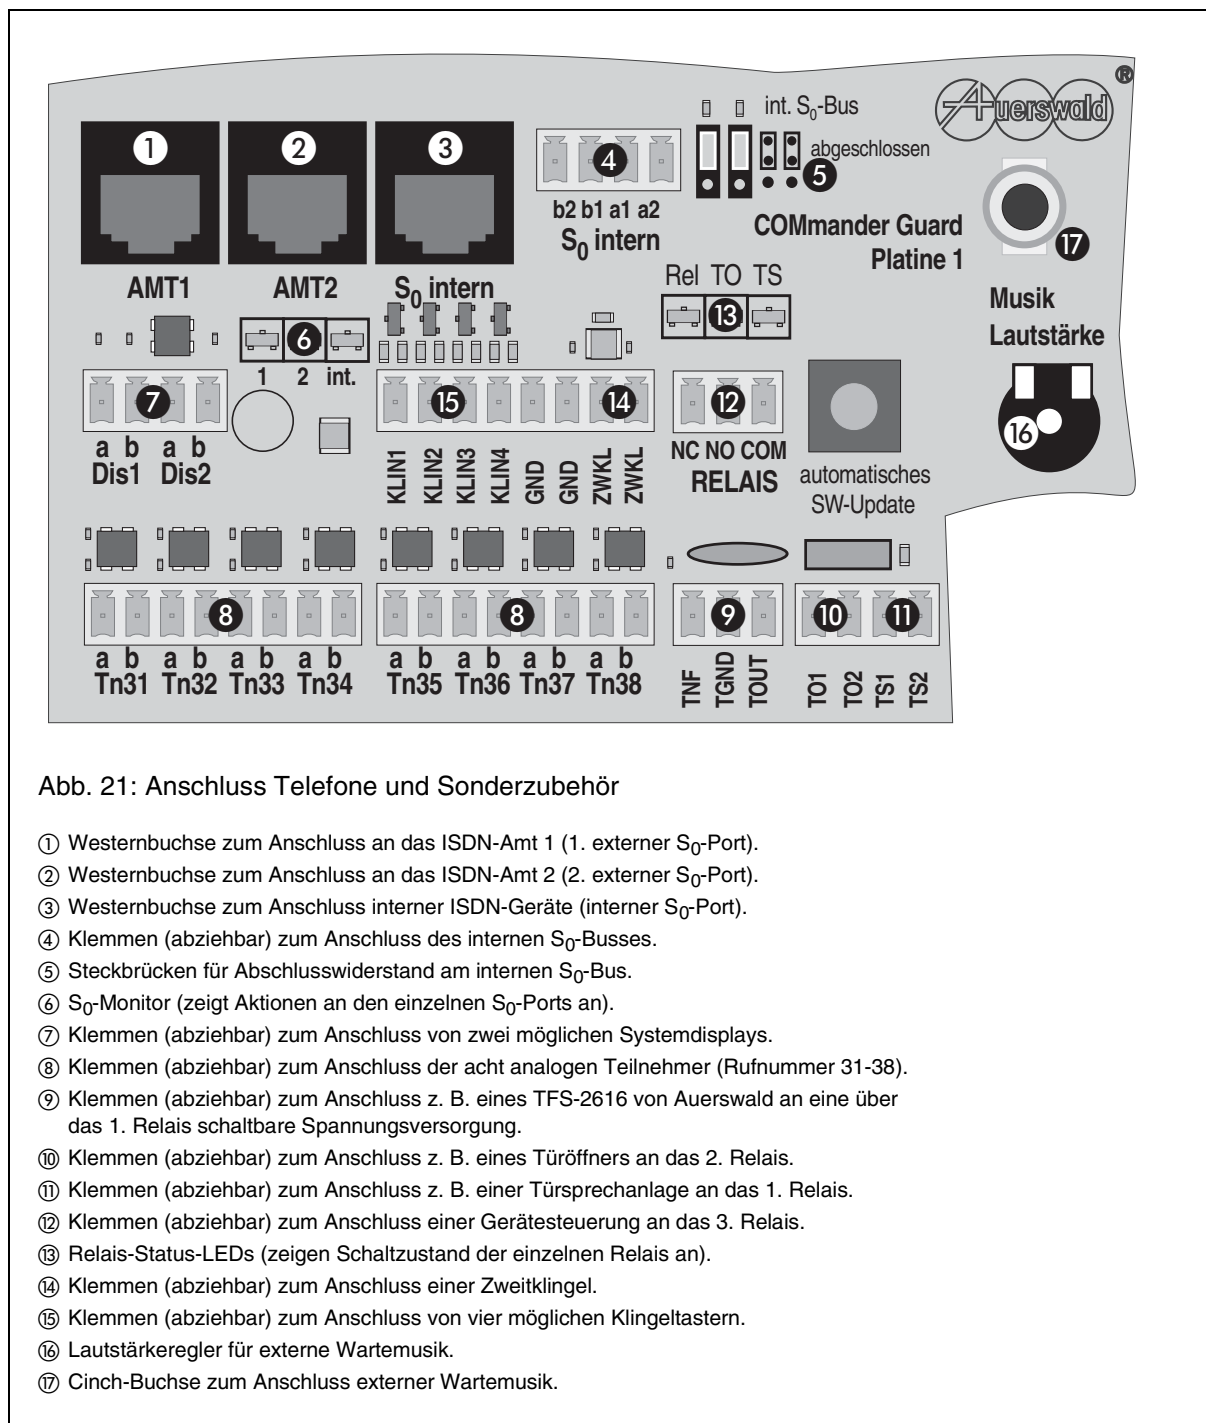

Abb. 21: Anschluss Telefone und Sonderzubehör
- ⑥ Anschlussbereich für Telefone und Tk-Anlagen-Zubehör (Abb. 21 auf Seite I-29).
Abb. 21 zeigt Ihnen, wo auf der Basisplatine (Platine1) des *Commander Guard* die Telefone und das Sonderzubehör angeschlossen werden.